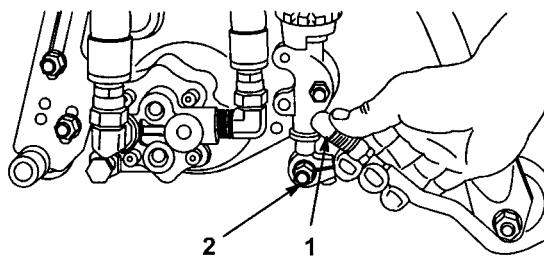

図 10
- 5.ボルジョイントのスリーブを後ろにずらし、ブルアームを下げてソケットをボルスタッドに嵌め合わせ、スリーブから手を離すとスタッドとジョイントが結合する（図10）